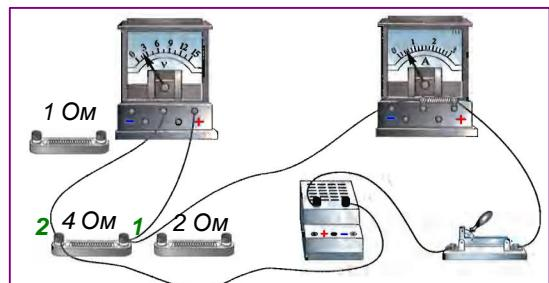
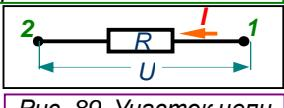

Рис. 88. Внешний вид собранной цепи для исследования зависимости силы тока от величины сопротивления 1-2
Рис. 89. Участок цепи 1-2, состоящий из проволочного сопротивления  $R$ .
Обратимся к опыту. На рис. 88 изображен внешний вид электрической цепи для такого исследования, включающей **участок цепи 1-2** (см. рис. 89) в виде **сменного сопротивления  $R$** , источник тока (аккумулятор) и ключ для его включения и отключения.
2. Пользуясь рис. 88, расскажите, как при помощи опыта устанавливают зависимость силы тока в участке цепи от сопротивления этого участка.
4. Рассмотрите рис. 88 и таблицу результатов опыта, выполняемого в соответствии с этим рисунком. Какой № опыта таблицы соответствует рисунку? Как следует изменить рисунок, чтобы он соответствовал другом опытам, указанным в таблице?